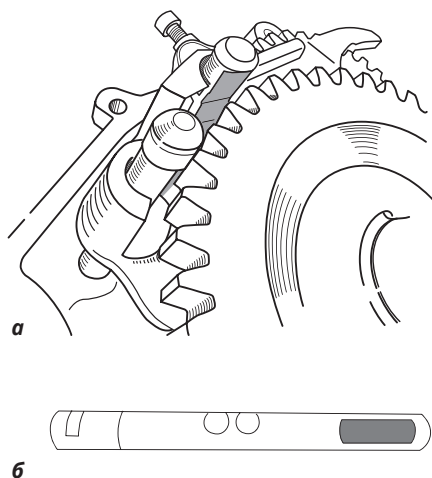

Рис. 8
5. Доработайте вилки включения переднего моста и прямой-пониженной передач (**Рис. 8, а**).
Доработайте шток вилки переднего моста (**Рис. 8, б, выделено серым**). Зазор между промвалом и штоком должен быть в районе 2-3 мм.